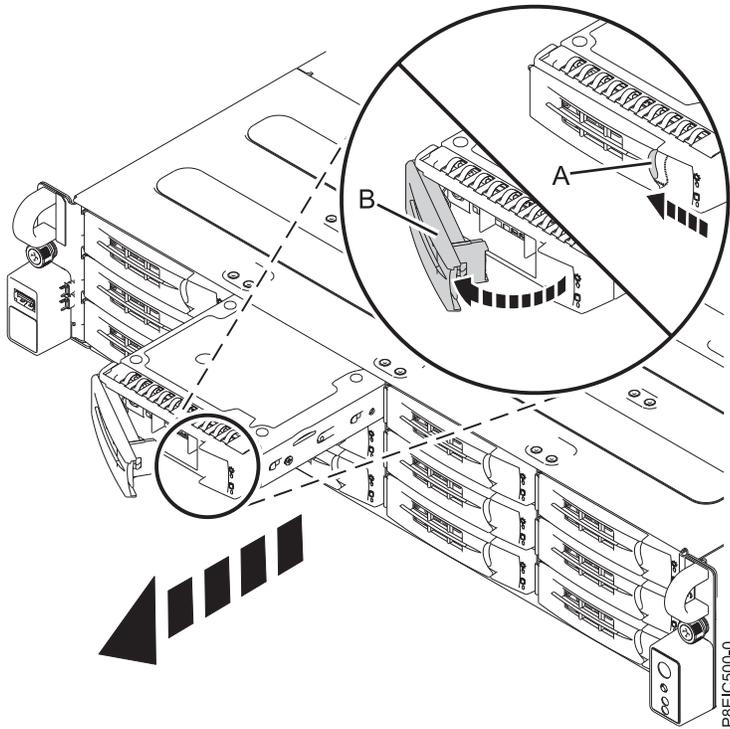

Figure 1. Retrait d'un tiroir d'unité avant
4. Déverrouillez la poignée du tiroir d'unité en appuyant sur le loquet de la poignée (A) dans la direction indiquée. La poignée (B) sort d'un coup sec. Si la poignée n'est pas complètement sortie, le tiroir d'unité ne peut pas être retiré du système, comme illustré dans la figure 1.